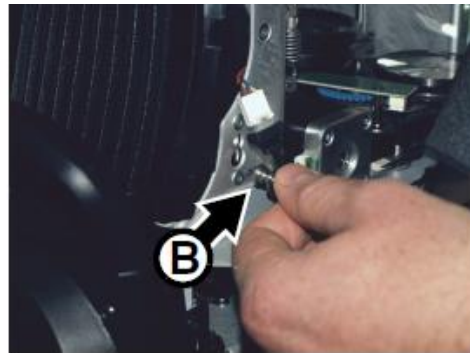

Рисунок 12: Доступ к головной части
3. См. Рисунок 12. Снять крышки, ослабляя стопорные невыпадающие винты **A** под звездообразный ключ 25 до тех пор, пока они не будут проворачиваться свободно. Приподнять переднюю часть каждой крышки, затем задвинуть каждую крышку по направлению к головной части устройства и ослабить крышку сзади.
1. См. Рисунок 12. Каждую крышку держать внешней стороной вверх и закрепить зажим на контрольной проволоке **B** в передвижной головной части устройства, направив зажим в отверстие и затем сдвинув до фиксации.